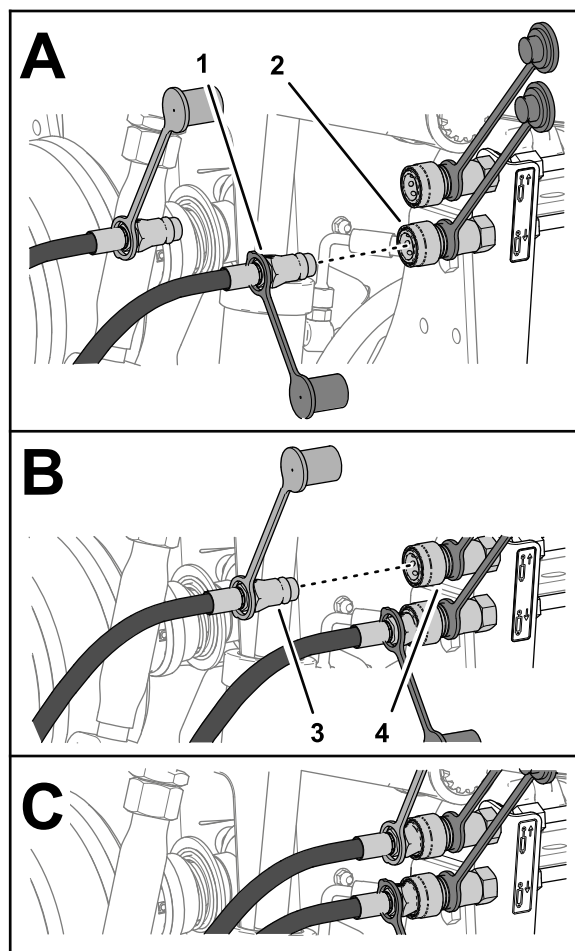

Bild 33
4. Verbinden Sie den Schnelltrennanlass zum Ausfahren des Zylinders mit dem Schnelltrennanlass zum Absenken des Heckanbaugeräts (Bild 33)